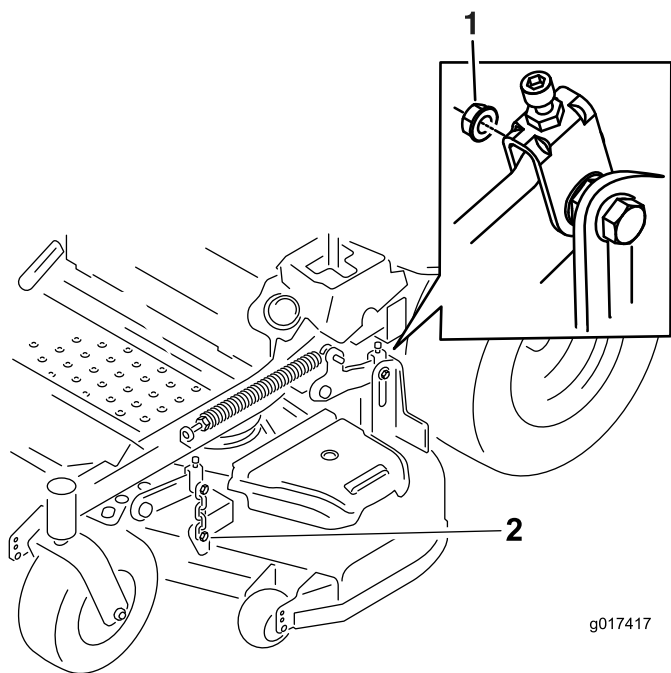

Figura 81
- Rimuovete e conservate la bulloneria su ambo i lati del piatto di taglio come mostrato in (Figura 81).